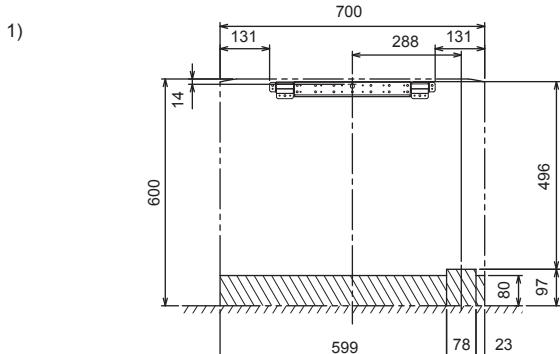

Fig. 3-7
1) Για αριστερή ή πίσω-αριστερή σωλήνωση (Fig. 3-7)